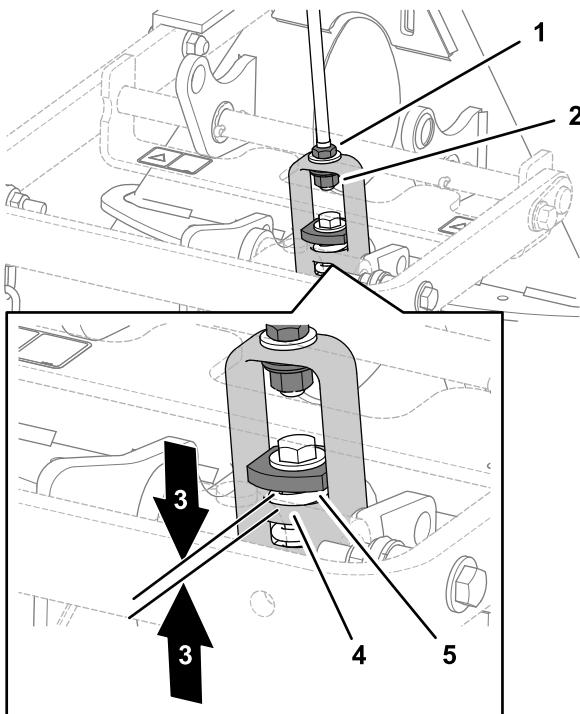

Рисунок 7
2. Измерьте зазор между усиленной шайбой и буртиком в подъемной вилке на переходнике навесного оборудования, как показано на Рисунок 7.
Примечание: Звено будет правильно отрегулировано, если в результате вашего измерения зазор окажется от 1,5 до 2,0 мм между усиленной шайбой и буртиком подъемной вилки (Рисунок 7).
3. Если зазор неправилен, отпустите зажимную гайку и подтяните или ослабьте регулировочную гайку на узле тяги так, как это необходимо для изменения зазора (Рисунок 7).